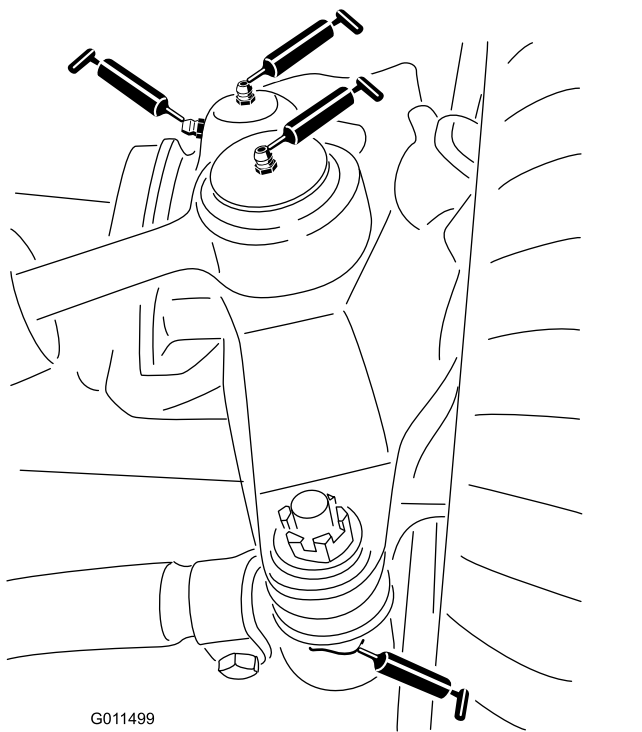

Figure 40
- 2 rotules de vérin de direction (Figure 40)
- 2 rotules de biellettes (Figure 40)
- 2 bagues de pivots de fusées (Figure 40)